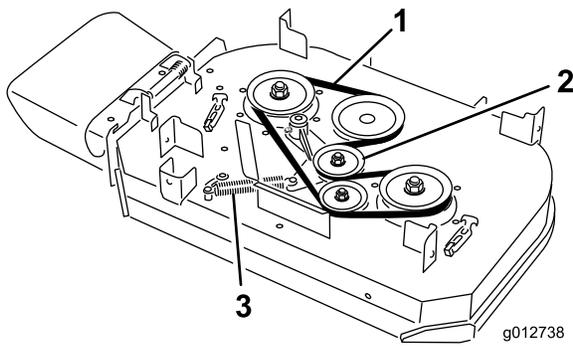

図 63
4. アイドラ・プーリのアームについているアンカー・ポストからスプリングを取り外す（図 63）。
5. ベルトを取り外す（図 63）。
6. デッキ・プーリとアイドラ・プーリに新しいベルトを掛け回す（図 63）。
7. アイドラ・プーリのアームについているアンカー・ポストにスプリングを取り付ける（図 63）。
4. アイドラ・プーリのアームについているアンカー・ポストからスプリングを取り外す(図 63)。
5. ベルトを取り外す(図 63)。
6. デッキ・プーリとアイドラ・プーリに新しいベルトを掛け回す(図 63)。
7. アイドラ・プーリのアームについているアンカー・ポストにスプリングを取り付ける(図 63)。
5. アイドラ・プーリのアームについているアンカー・ポストからスプリングを取り外す(図 63)。
6. ベルトを取り外す(図 63)。
7. デッキ・プーリ、クラッチ・プーリ、およびアイドラ・プーリに新しいベルトを掛け回す(図 63)。
8. アンカー・ポストにスプリングを取り付ける(図 63)。